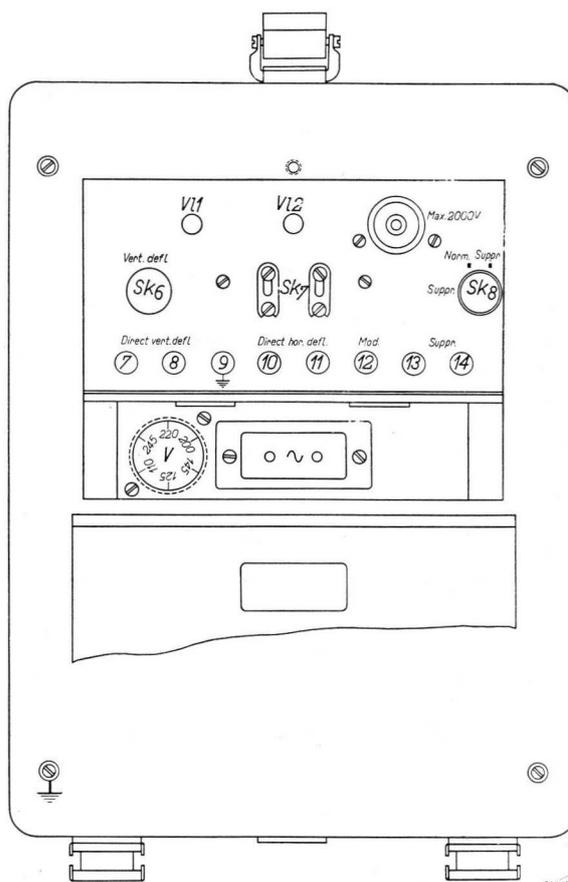

Fig. 9. Rückansicht (Klappe geöffnet)
Erde - Die grosse Rändelmutter „ \oplus ” (Fig. 9), an der Rückseite, ist mit einer zuverlässigen Erdleitung zu verbinden. Erst danach darf die Verbindung mit dem Netz erfolgen.
Die Senkrechtablenkplatten können durch Herausziehen des Ablenkungsschalters Sk_6 direkt an die Klemmen Bu_7 und Bu_8 (s. Fig. 9) angeschlossen werden. Über Eingangsspannung, Eingangswiderstand und Empfindlichkeit dieser Klemmen siehe unter „Technische Daten“.
In diesem Falle müssen die beiden Anschlussstreifen Sk_7 auf der Rückwand, die die Platten der Kathodenstrahlröhre mit dem Zeitgerät verbinden, losgelöst werden (s. Fig. 9). Der Anschluss erfolgt an den Buchsen Bu_{10} und Bu_{11} .
Bei verschiedenen Vorgängen ist es ferner erwünscht, in dem Diagramm über eine Zeitmarke zu verfügen. Man kann hierzu eine gestrichelte Linie hervorbringen, wobei dann die zwischen den Strichen liegende Zeit bekannt ist. Man schliesst zwischen den Buchsen Bu_{12} und Bu_9 (Erde) (Fig. 9) eine Wechselspannung mit Frequenz n an. Bei genügend grosser Amplitude (ca. $15 V_{eff}$) wird der Elektronenstrahl n mal in der Sekunde unterdrückt, wodurch man ein gestricheltes Diagramm erhält.
2. Auch durch einen äusseren Schalter kann der Elektronenstrahl unterdrückt werden. Schalter Sk_8 (s. Fig. 9) wird in die Stellung „Suppr.“ gebracht, der äussere Schalter kann alsdann zwischen den Klemmen Bu_{13} und Bu_{14} auf der Rückwand angeschlossen werden.